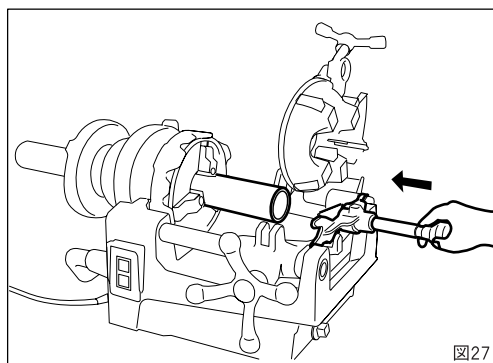

図27
- ③ 握りを反時計方向に回してホルダーにセットします。(図27)